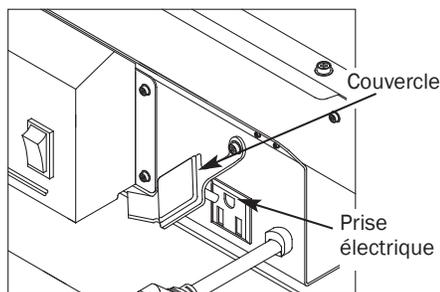

Figure 11 - Prise électrique supplémentaire
- Toujours couvrir la prise électrique lorsqu'elle n'est pas utilisée. Voir la Figure 11.